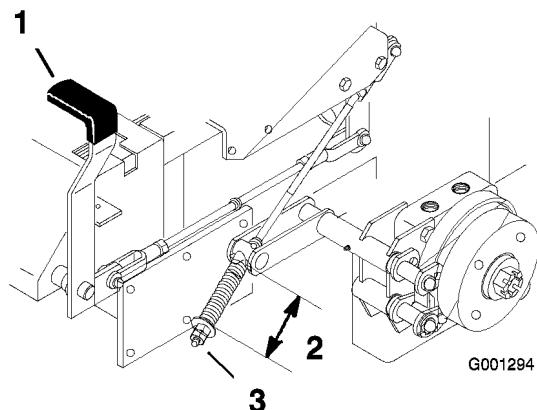

Figure 54
2. Mesurez la longueur du ressort. Les rondelles doivent être espacées de 64 mm (Figure 54).
3. Si un réglage est requis, desserrez le frein de stationnement, desserrez l'écrou de blocage situé sous le ressort et réglez l'écrou directement au-dessous du ressort (Figure 54). Modifiez le serrage de l'écrou jusqu'à ce que le ressort ait la longueur voulue. Tournez l'écrou dans le sens horaire pour raccourcir le ressort, et dans le sens anti-horaire pour l'allonger.